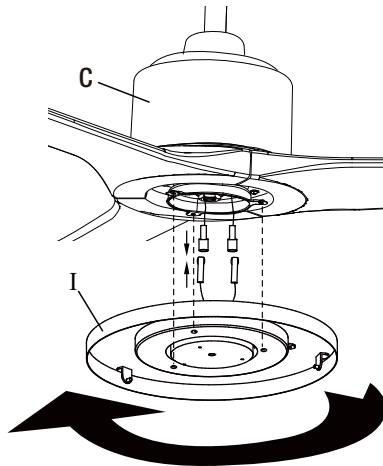

Figure 14
- Placer soigneusement tous les fils dans le boîtier de l'interrupteur et aligner les trois trous de la trousse d'éclairage (I) sur les trois vis préinstallées dans le boîtier de l'interrupteur. (Figure 14)